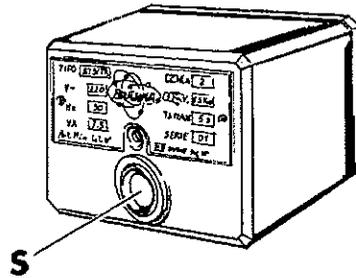

FIGURA 3 CENTRALINA ELETTRONICA CM 191 BRAMHA
- Nelle caldaie **versione elettronica**, il controllo della fiamma viene eseguito dall'elettrodo di rivelazione che, nell'eventuale mancanza di fiamma nel bruciatore principale, segnala alla centralina questa situazione: quest'ultima va in condizione **"di blocco"** e di conseguenza viene chiusa l'elettrovalvola del gas. La condizione di blocco della centralina è segnalata dall'accensione della lampadina rossa sul pulsante S della centralina. Per permettere alla caldaia di riprendere il suo normale funzionamento bisogna provvedere allo sblocco della centralina premendo il pulsante di sblocco S sulla stessa. Vedi figura 3.